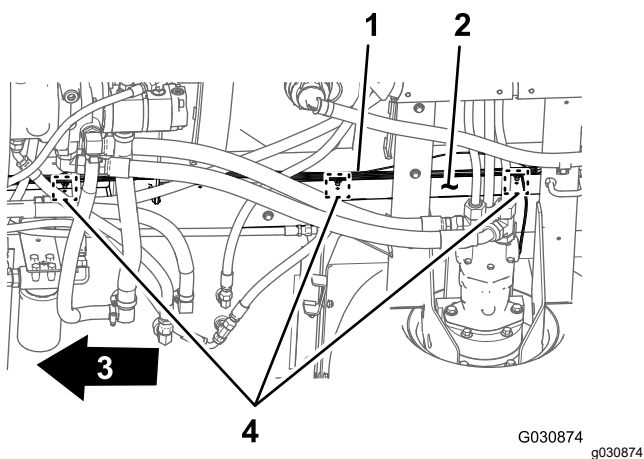

Figura 14
3. Retire las 3 grapas que sujetan el arnés de cables trasero a los orificios del tubo derecho del bastidor de la máquina (Figura 14).